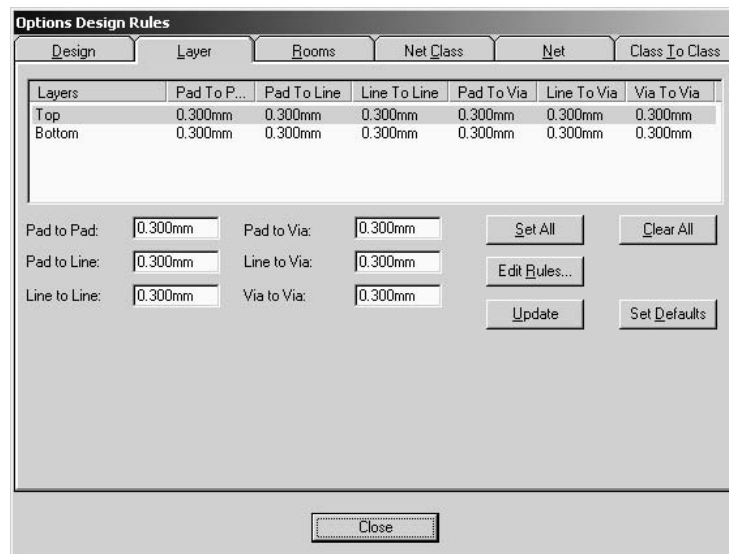

Рис. 7.1.6
5. По командам **Options/Design Rules** на закладке **Layers** установить допустимые зазоры для каждого слоя трассировки в 0,3 мм. Для этого ввести во всех окнах значение зазора 0.3 для слоя **Top**, нажать на кнопку **Update** и повторить процедуру для слоя **Bottom** (рис. 7.1.6). Щелкнуть ЛК по кнопке **Close**.